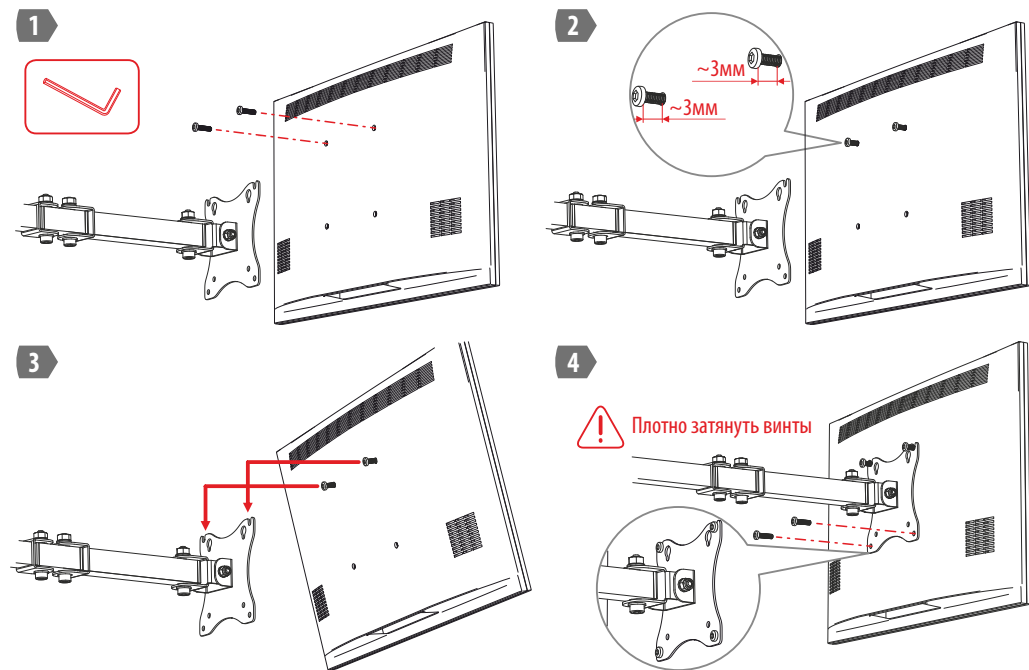

Рисунок 3. Монтаж монитора на держатель
4.6 Вверните винты M4 в крепёжные отверстия VESA на мониторе, оставив расстояние между головкой и корпусом около 3мм. Навесьте монитор на держатель и вверните нижние винты в крепёжные отверстия VESA. Протяните все винты, убедитесь в отсутствии люфта монитора. Процесс монтажа показан на рис.3.